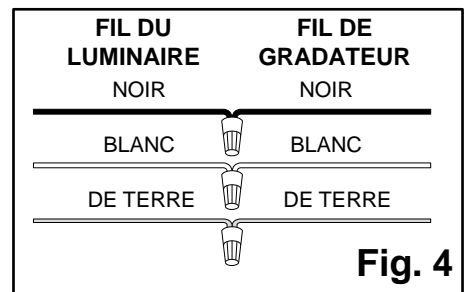

Fig. 4
12. Reliez le **fil noir du luminaire** au **fil d'alimentation noir (+)** et reliez le **fil blanc du luminaire** au **fil d'alimentation blanc (-)** à l'aide **capuchons de connexion**. Reliez le **fil de terre d'alimentation** au **fil du luminaire** à l'aide de une **capuchon de connexion** (**Fig. 4**).